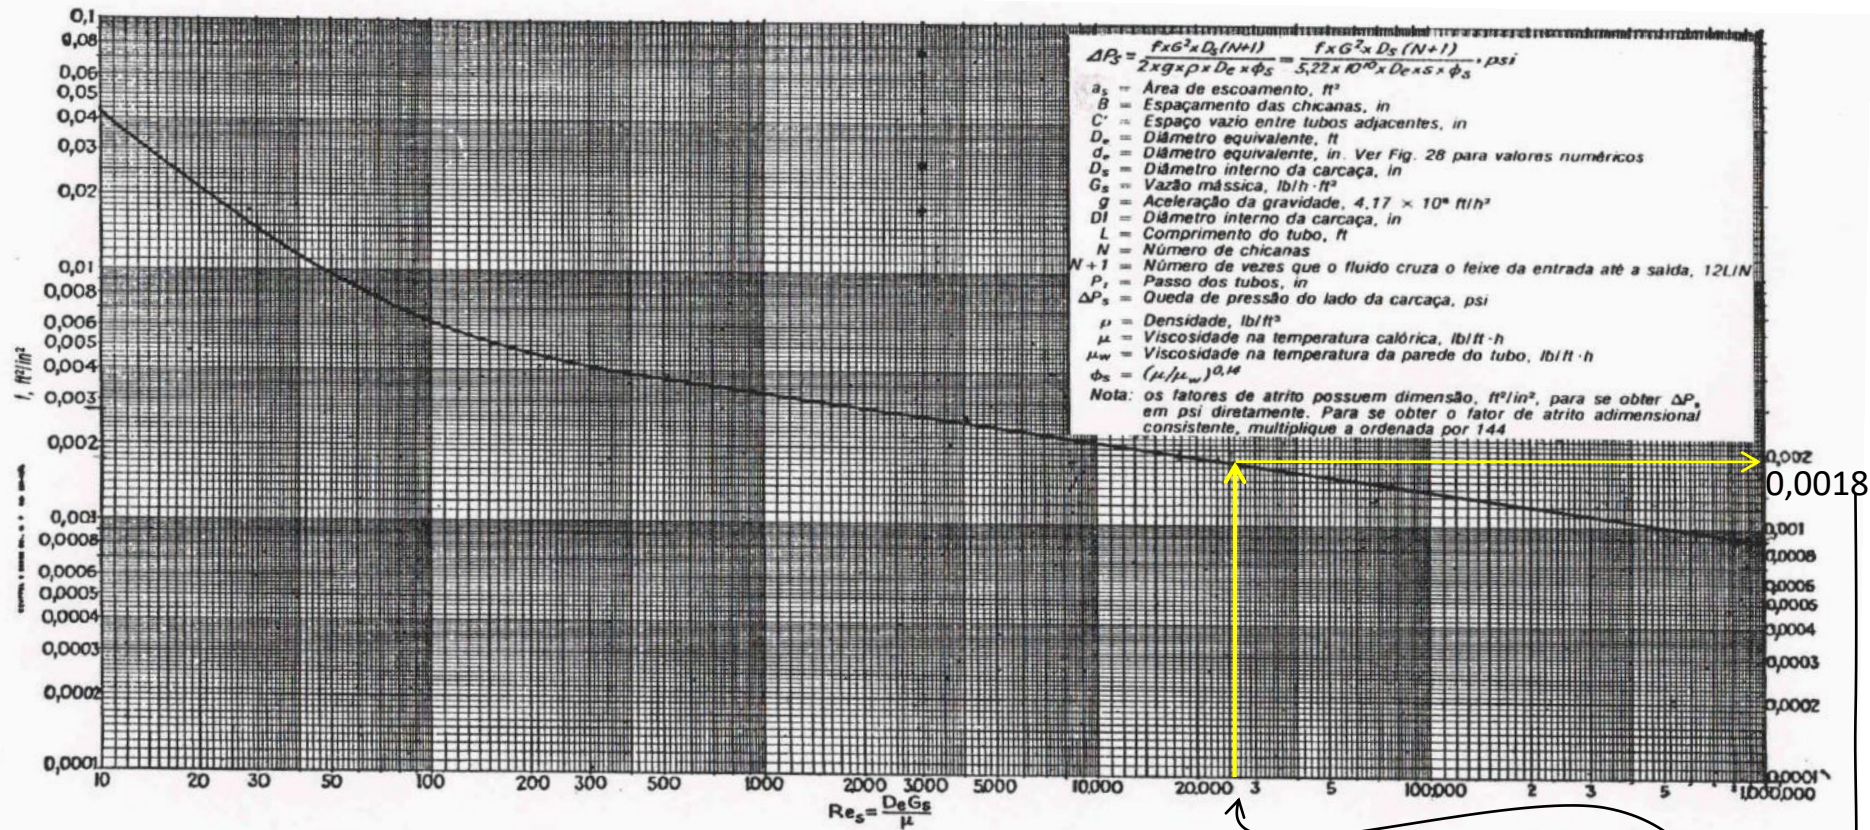

Fig. 29 Fatores de atrito do lado da carcaça para feixes com chicanas fracionárias com cortes de 25%.
16. Para o R_e obtido no item 6 obtenha o coeficiente de fricção f Fig. 29